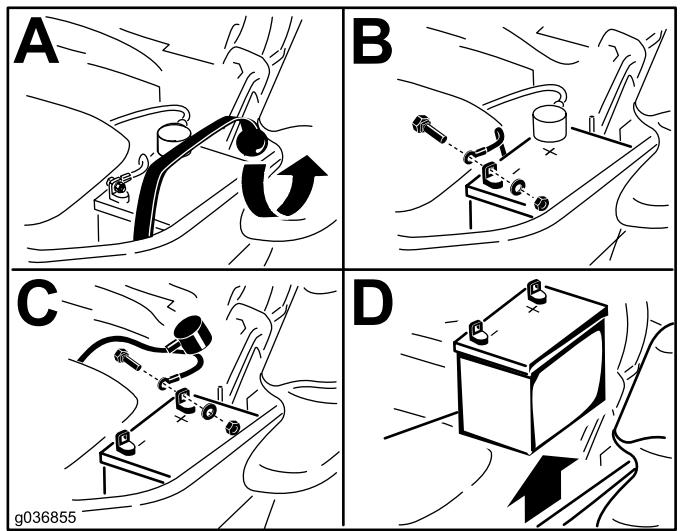

Figure 81
- Retirez la batterie, comme montré à la Figure 81.
1. Placez la batterie dans son support en tournant les bornes à l'opposé du réservoir hydraulique (Figure 81).
4. Fixez les câbles avec 2 boulons, 2 rondelles et 2 contre-écrous (Figure 81).
6. Fixez la batterie en place à l'aide de la sangle en caoutchouc (Figure 81).